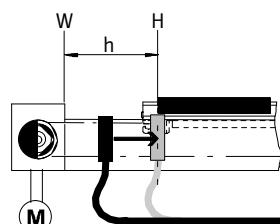

Рис. 30
1. Сдвиньте каретку сначала в механическое конечное положение (W) → Рис. 30.